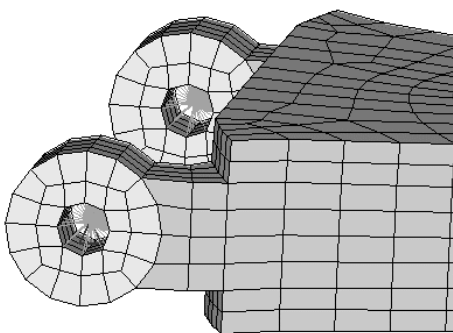
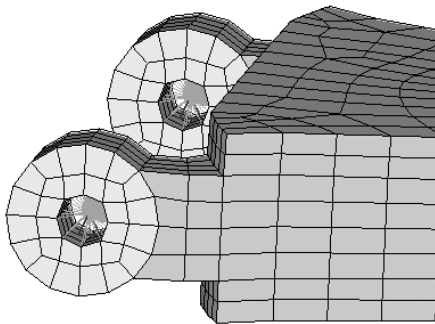

图 8-21 约束套管一端的 dof1、dof2 和 dof3 三个自由度
图 8-22 约束套管另一端的 dof2 和 dof3 两个自由度
(1) 在左边窗口单击 LoadCollectors，右键单击 SPC 并单击 Make Current，即可将 SPC 设置为当前的工况。
(2) 从 Analysis 页面单击 Constraints，进入定义约束的面板。
(3) 从面板左侧的按钮中选择 create 子面板。
(4) 在图形窗口中，通过单击方式选择套管一端的节点（前端，如图 8-21 所示），约束其 dof1、dof2 和 dof3 三个自由度，dof4、dof5 和 dof6 三个自由度没有约束。
(5) 单击 Create 按钮即创建约束，在图形窗口中被选择的节点处出现三角形约束符号，上边的数字 123 表明沿 x 轴、y 轴、z 轴方向的移动自由度已约束。
(6) 选择套管另一端的节点并约束其 dof2 和 dof3 自由度，如图 8-22 所示。
(7) 单击 create 按钮。在图形窗口中被选择的节点处出现三角形约束符号，上边的数字 23 表明沿 y 轴、z 轴方向的移动自由度已约束。